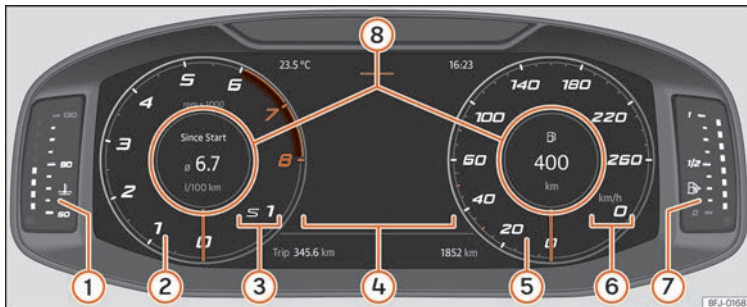

Fig. 54 SEAT Digital Cockpit no painel de instrumentos (vista clássica).
Nas vistas **Clássica** e **Navegação** é possível personalizar a informação que aparece em **Perfis de informação** »» **Fig. 54 ⑧**.
Os ponteiros de rotações por minuto e do velocímetro aparecem em todo o seu comprimento »» **Fig. 54.**